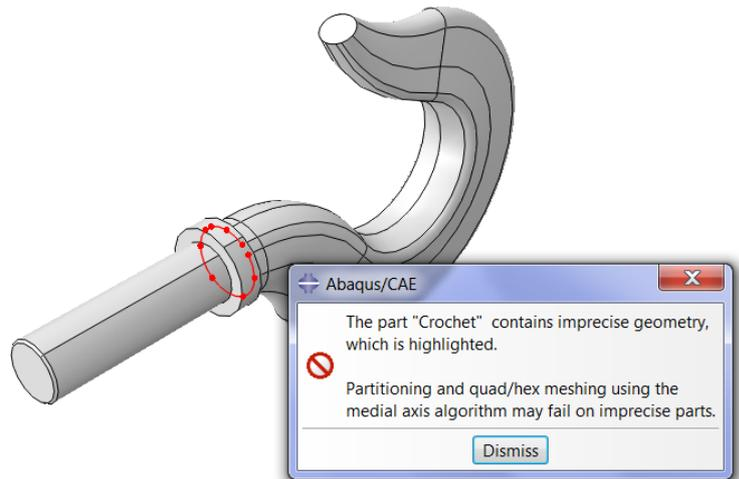

Figure 4 : Erreur
6. Quelle est la loi que nous avons définie figure 4 ? Expliquer.